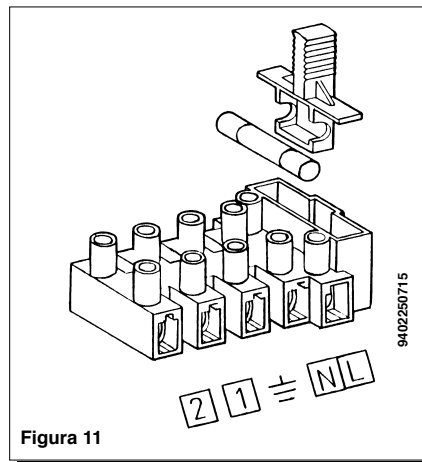

Figura 11
- Accesați panoul cu borne de alimentare (figura 11) conform descrierii din capitolul precedent;
- Îndepărtați puntea de pe bornele (1) și (2);